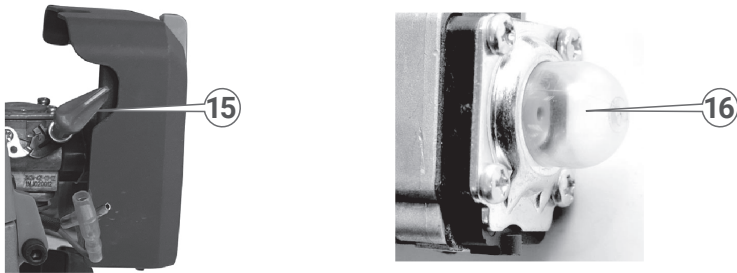

Рисунок 1. Загальний вигляд виробу та опис основних компонентів мотокоси.
1.1 Опис основних компонентів мотокоси **TM «Vitals»**, серії **«Master»**, моделі **«BK 3312jd Black Edition»** наведено нижче (рис. 1).